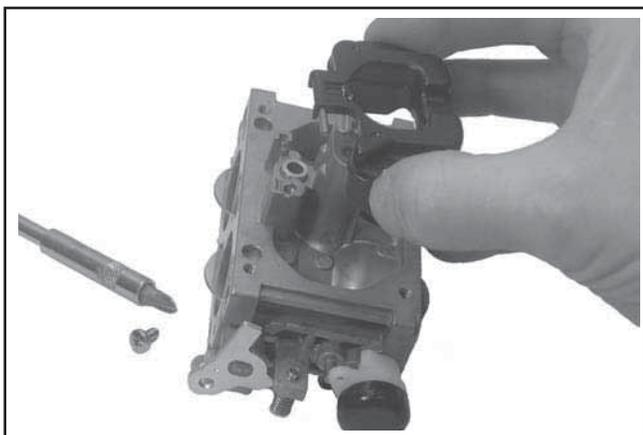

Figure 5-17. Enlèvement du pointeau d'entrée et du flotteur.
3. Enlever la vis du goujon du flotteur et retirer le vieux flotteur, le goujon et le pointeau d'entrée. Voir la Figure 5-17. Éliminer toutes les parties. Le logement du pointeau d'entrée ne peut pas être entretenu et ne devrait jamais être retiré.